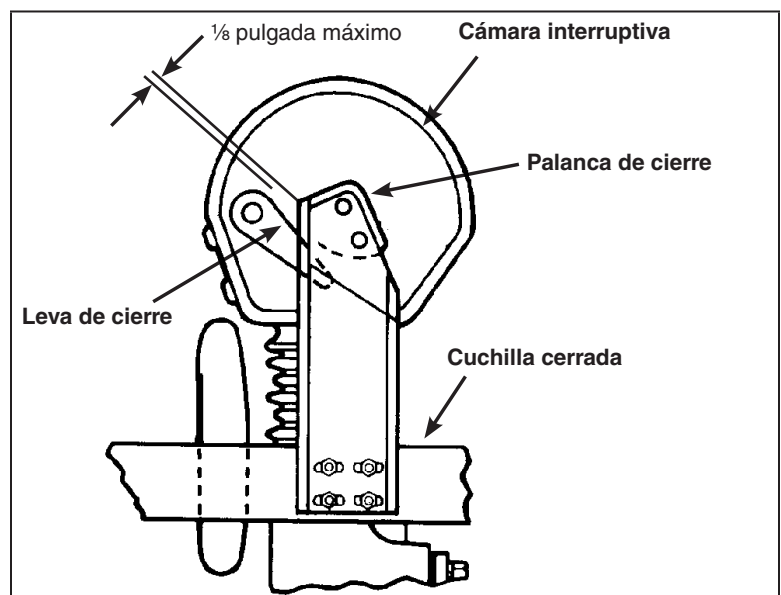

Figura 40. Conjunto de las cuchillas en posición de cierre total.
- (c) Cuando la cuchilla esté en la posición de cierre total, cada leva de cierre de la cuchilla debe superponerse a su respectiva palanca de cierre de la cámara interruptiva para evitar la apertura accidental de la cámara interruptiva, y la separación entre la leva de cierre de la cuchilla y su respectiva palanca de cierre de la cámara interruptiva debe estar dentro del límite que se indica. Vea la Figura 40.